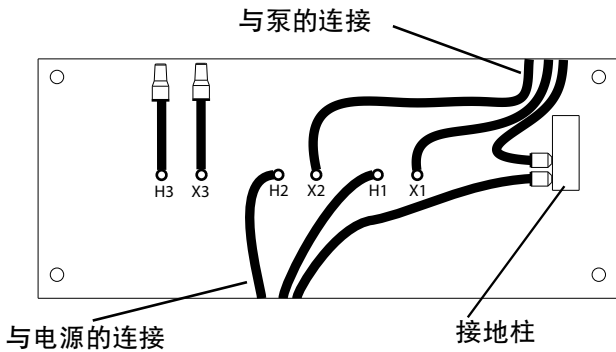

图 9: 变压器接线连接
- 请参考**图 9**（第 12）并将电源线连接到变压器内标为 H1 和 H2 的接线。
- 将电源线接地线连接到变压器内的接地棒，如**图 9**（第 12）所示。
说明：图 9 所示的其他接线（H3、X3）在出厂时已连接，在将变压器连接到泵时无需再连接。